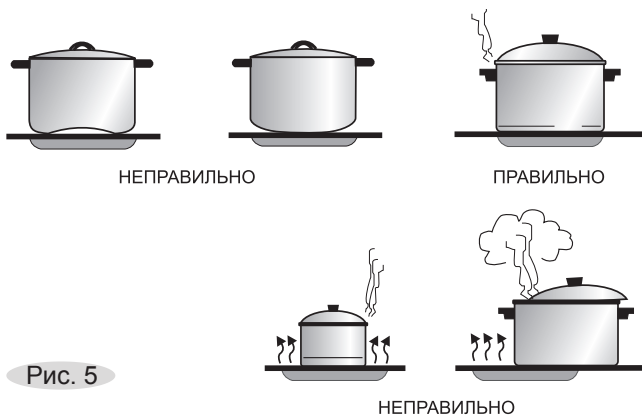

Рис. 5
- Диаметры зон нагрева выделены рисунком. Пользуйтесь кастрюлями, размеры которых равны либо больше зоны нагрева. Посуду нужно устанавливать точно по центру (рис. 5).